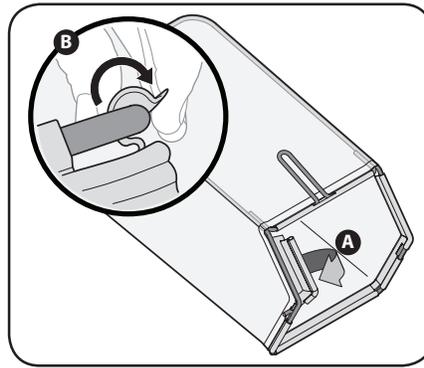

Figure 2-7
1. Suivez les étapes ci-dessous pour assembler le sac à herbe (si nécessaire). Avant d'assembler le sac, assurez-vous que l'étiquette d'avertissement du sac se trouve à l'extérieur. Voir Figure 2-7.